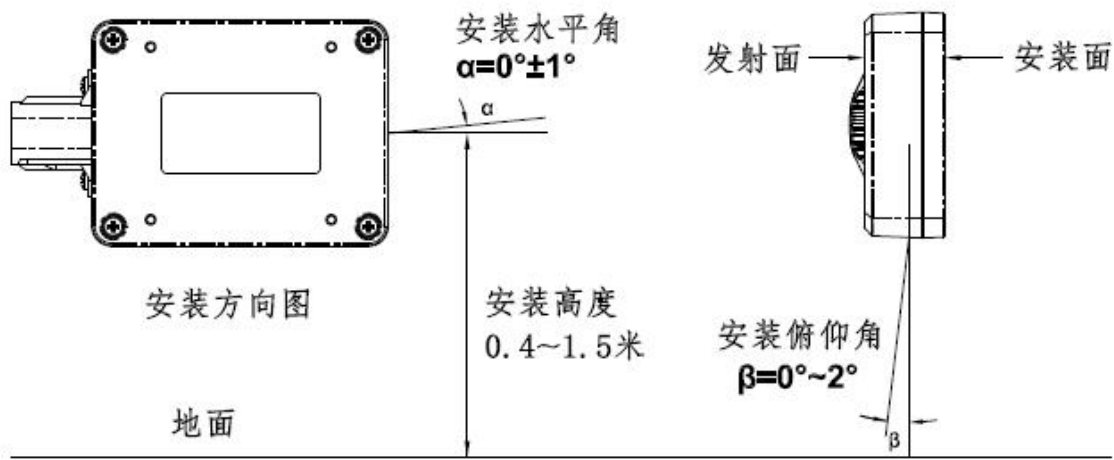
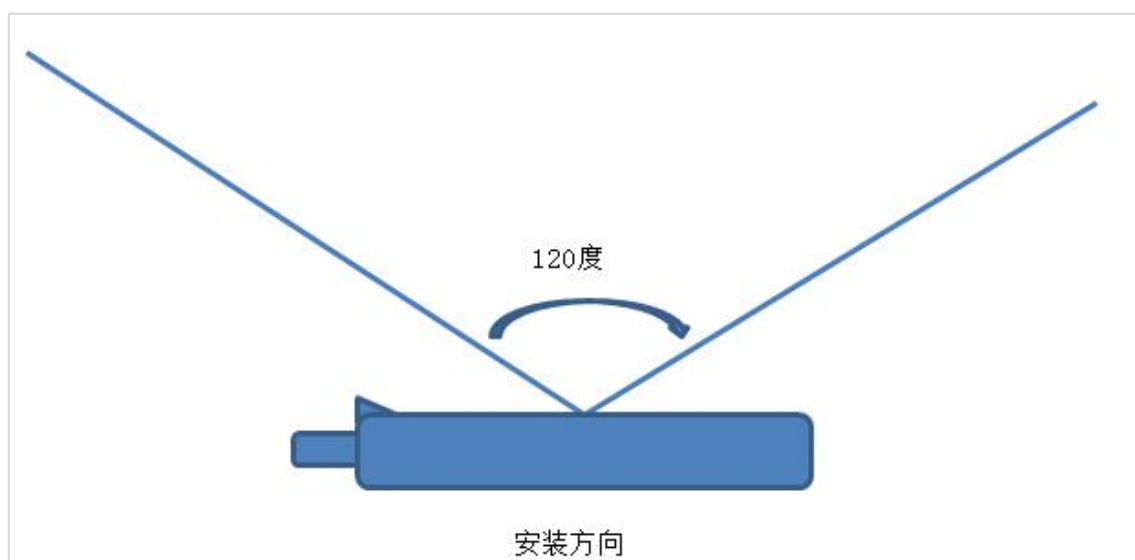

图 5 雷达安装示意图
图 7 雷达安装方向
在前、后向检测及相关应用中，SR73F 安装距地面需有 0.4~1.5 米的高度，雷达天线面朝正前方。安装规范如图 5 所示：
2、雷达测试安装方向按照下图 7 安装，不能装反：
功能测试时，雷达需要依据图 5、图 7 推荐的安装参数及安装方向进行测试。